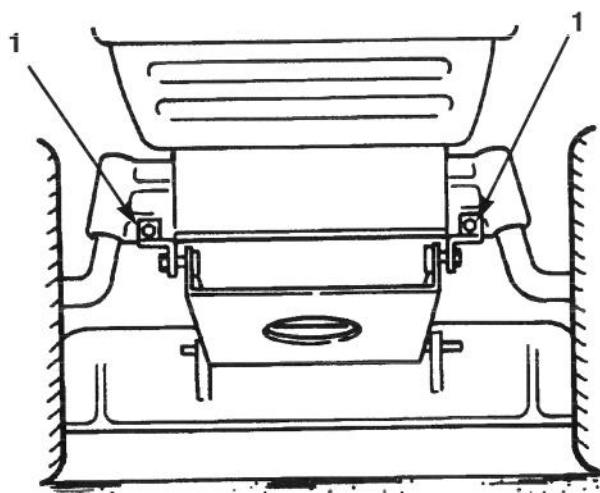

Figure 44
5. Poser et fixer les supports de pivots de la tondeuse sur l'essieu avant au moyen des boulons et des écrous de blocage (Fig. 44).